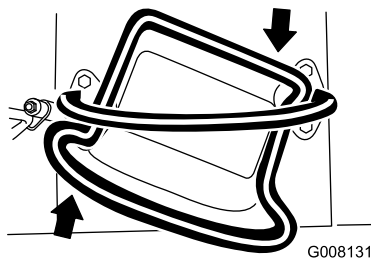

Figura 8
- Per girare a destra, ruotate il controllo della trazione in senso orario (Figura 8).